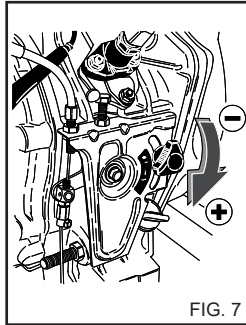

FIG. 7
1) Posicione a alavanca da válvula da gasóleo na posição ON (ligado) (fig. 7).
- Posicione a alavanca da válvula da gasolina na posição OFF fechado (fig. 7)